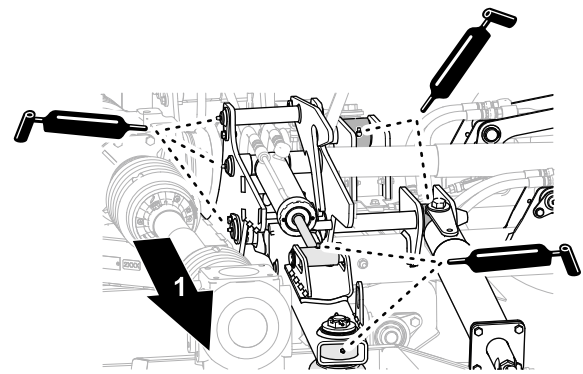

Figura 46
- Aplique la grasa especificada en los brazos de elevación, los cilindros hidráulicos y los tirantes de impactos de las carcasas izquierda y derecha del cortacésped (Figura 46).